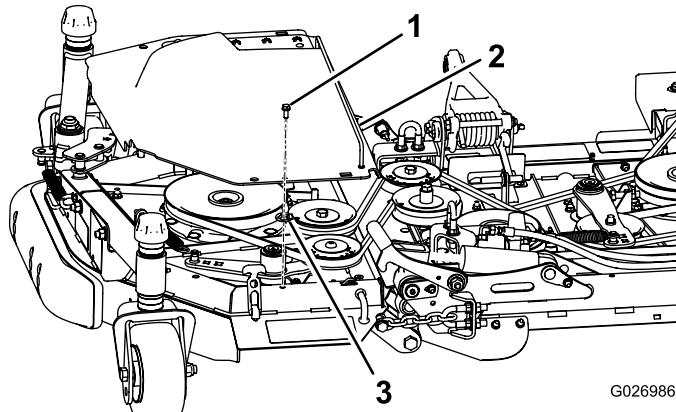

Figure 13
- Montez un boulon et un écrou poussoir sur le couvercle en plastique gauche (Figure 13).